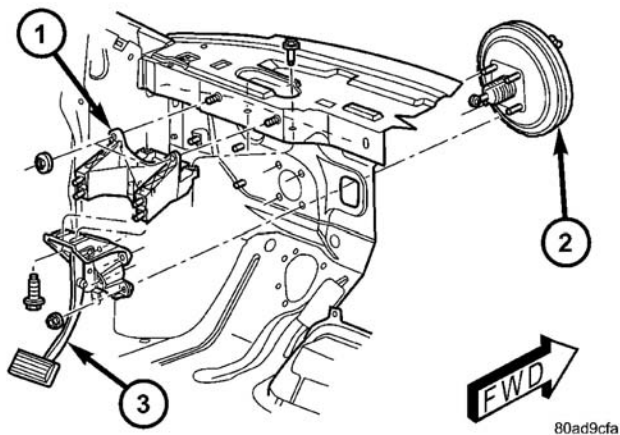

图 71 制动助力器安装（典型形式）
- (27) 转动改锥让保持夹中心凸台通过制动踏板销。然后将保持夹从制动踏板销上拉下来。**丢弃保持夹。不能再次使用。在装配时只能使用新的保持夹。**
- (28) 将制动助力器输入杆从踏板销上滑出。
- (29) 拆下将制动助力器固定到仪表板上的四个螺母（图71）。
- (30) 拆下仪表板仪表支架上的两个制动踏板上部安装螺栓（图71）。
- (31) 在加速踏板处断开加速踏板拉线保持器；从踏板上拆下拉线。
- (32) 拆下可调制动踏板总成。
- (1) 将可调制动踏板总成安装到仪表板下。
- (2) 将两个制动踏板上固定螺栓安装在仪表板仪表支架上（图71）。此时不要完全拧紧。
- (3) 安装将制动助力器固定到仪表板的四个螺母（图71）。